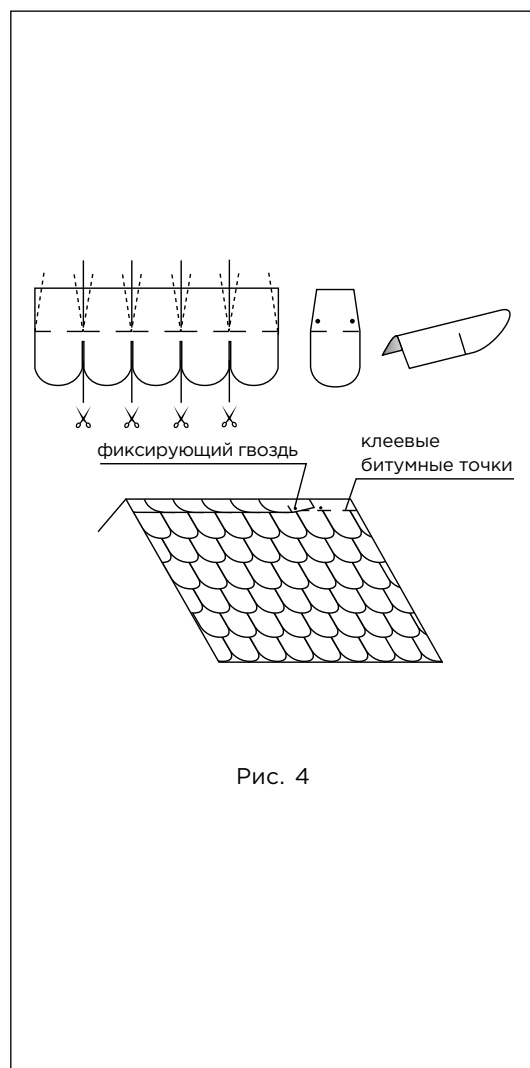

Рис. 4
Конек (рис. 4)
Верхний ряд черепицы доводится до линии конька (ребра), его выступающая часть перегибается через конек и фиксируется на противоположном скате. Коньковые элементы нарезаются непосредственно из листов черепицы по линиям вырезов и подкраиваются в форме, указанной на рис. 4. Полученные таким образом элементы укладываются внахлест на коньки и ребра (направление укладки по преимущественному направлению ветра). Каждый коньковый элемент фиксируется двумя гвоздями из нержавеющей стали, которые перекрываются следующим коньковым элементом.
- Верхний ряд черепицы доводится до линии конька (ребра), выступающие части листов обрезаются (рис. 4а);
- линии коньков и ребер герметизируются специальной самоклеящейся лентой «Топролл» (рис. 4б);
- далее устанавливаются внахлест специальные коньковые элементы (направление укладки по преимущественному направлению ветра). Каждый коньковый элемент плотно прижимается к основанию кровли и фиксируется двумя гвоздями из нержавеющей стали длиной 35 мм, которые перекрываются следующим коньковым элементом (рис. 4в).